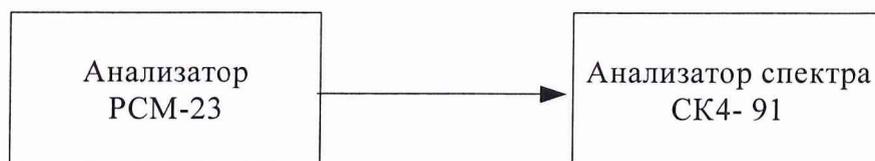

Рис.8.12.
8.3.12.1. Проверка разнеса частот условного телефонного сигнала осуществляется с помощью анализатора спектра СК4-91 (рис.8.12).